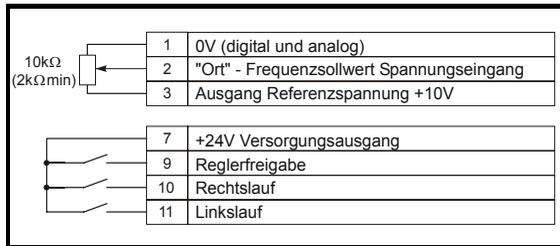

Abbildung 7.1 Standardanschlusskonfiguration
2. Führen Sie die Anschlüsse der Signalleitungen wie in Abbildung 7.1 aus.